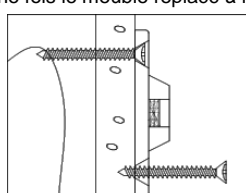

Figure 2
- 3) INSTALLATION DU SUPPORT CÔTÉ MUR :** Placer le support côté mur le long des marques du montant choisi de manière à ce qu'il soit adjacent au support côté meuble lorsque le meuble sera placé à son emplacement final. Le support côté mur devrait être situé 2,5 cm (1 po) plus bas que le support côté meuble (voir Figure 3). Utiliser les DEUX vis longues pour fixer le support de montage côté mur au mur. Se souvenir de placer le support côté mur à la verticale de manière à ce que les deux vis s'enfoncent dans le montant choisi (voir la Figure 2).